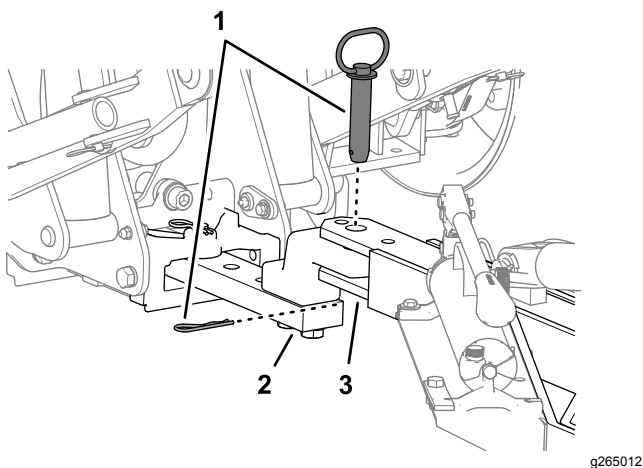

Figura 13
7. Alinee la barra de tracción del aireador con la barra de tiro de la unidad de tracción, y utilice las fijaciones del enganche del vehículo para sujetar el aireador (Figura 13).